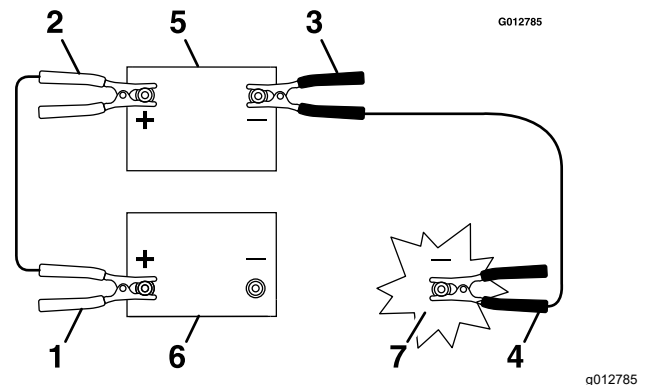

Figura 82
4. Conecte el cable positivo (+) al borne positivo (+) de la batería descargada que está conectado al motor de arranque o al solenoide, según se indica en Figura 82.